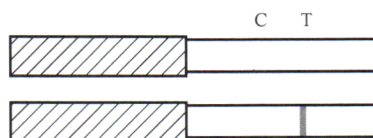

图 A.3 无效反应示意图
6.3 无效:质控区(C)未见红色条带(参见图 A.3)。此情况下,应重新检测。
质控区(C)未见红色条带(参见图 A.3)。此情况下,应重新检测。